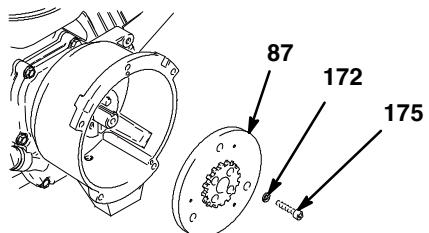

Рис. 7
9. См. Рис. 7. Воспользуйтесь гайковертом или клином, установленным между якорем (87) и корпусом муфты сцепления, чтобы удерживать вал двигателя при демонтаже.
10. Отверните четыре винта (175) с пружинными шайбами (172).
11. Снимите якорь (87).